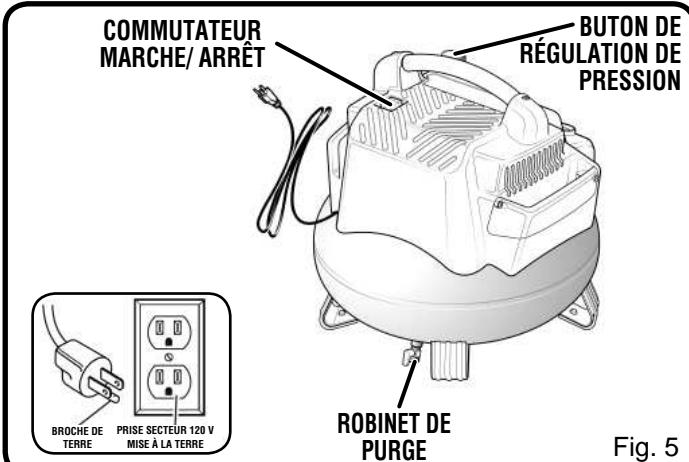

Fig. 5
Voir les figures 5 - 6.
- S'assurer que le robinet de purge soit fermé (Fig. 5).
- S'assurer que le commutateur est en position **D'ARRÊT (O)** et que le compresseur d'air soit débranché (voir la Figure 5).
- Tourner entièrement le bouton vers la gauche pour fermer le débit d'air (voir la Figure 5).